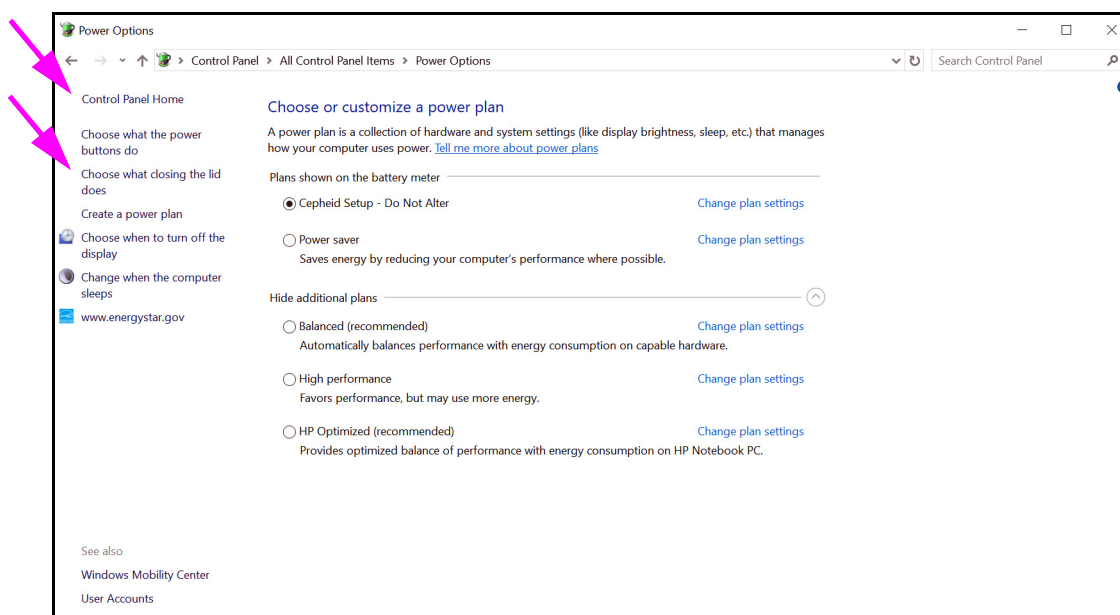

Figura 2-29. Fereastra Opțiuni de alimentare
9. Faceți clic pe **Anulare (Cancel)** pentru a închide fereastra Editare setări de plan (Edit Plan Settings). Apare fereastra Opțiuni de alimentare (Power Options) (consultați Figura 2-29).